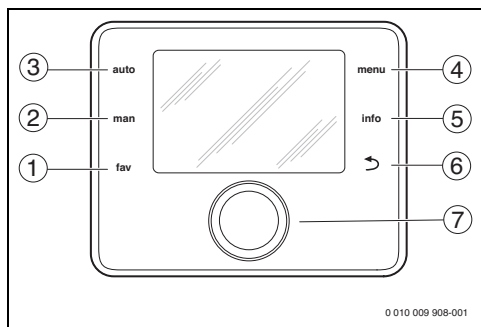

Fig. 1 Eléments de commande
- Enfoncer puis tourner le bouton de sélection (→ fig. 1, [7]) jusqu'à ce que l'affichage passe de la zone de ventilation au circuit de chauffage ou inversement.